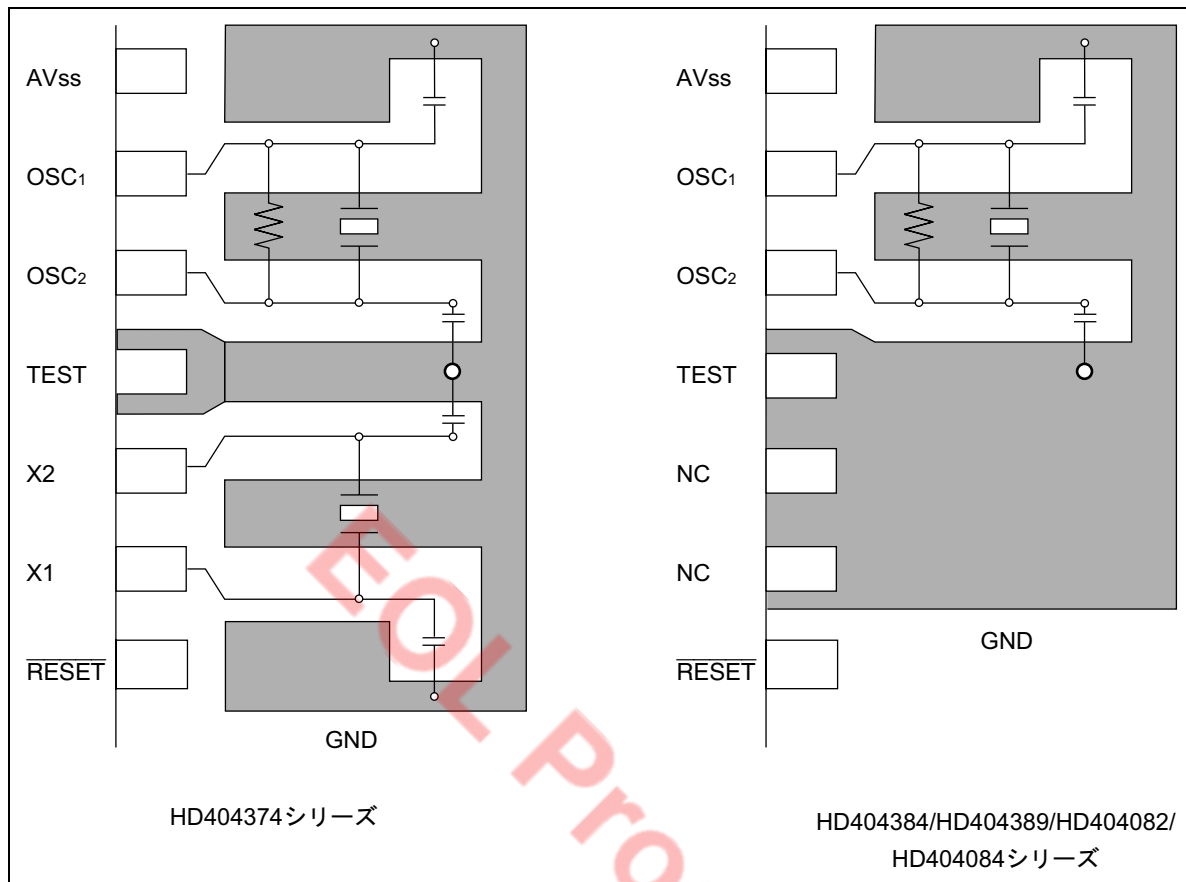

図 23 水晶、セラミック発振子の配置例
- OSC₁、OSC₂ 端子と (X1、X2 端子) および外部外付け部品との配線は極力短くし、他の配線がこれらの配線と交差しないようにしてください (配置例図 23 参照)。